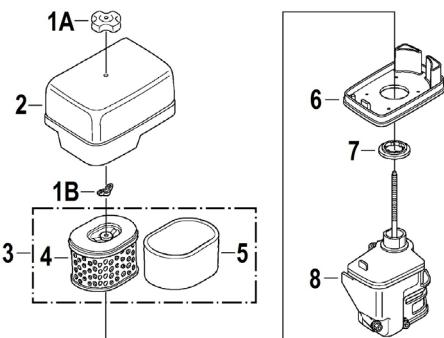

Рис. 18 Обслуживание воздушного фильтра
1. Открутите барашковую гайку 1A и снимите крышку 2 воздушного фильтра (Рис. 18).
2. Открутите барашковую гайку 1B и снимите воздушный фильтр 3 в сборе (Рис. 18).
3. Проверьте целостность и чистоту фильтрующих элементов. Поролоновый (предварительный) фильтрующий элемент 5 установлен на корпусе бумажного фильтрующего элемента 4 (Рис. 18).
5. Произведите очистку основания 8, глушителя шума 6 и крышки 2 воздушного фильтра, не допуская попадания пыли и грязи в воздуховод, ведущий к карбюратору (Рис. 18).
7. Перед установкой воздушного фильтра убедитесь, что уплотнительное кольцо 7 воздушного фильтра находится на месте и не имеет повреждений (Рис. 18).